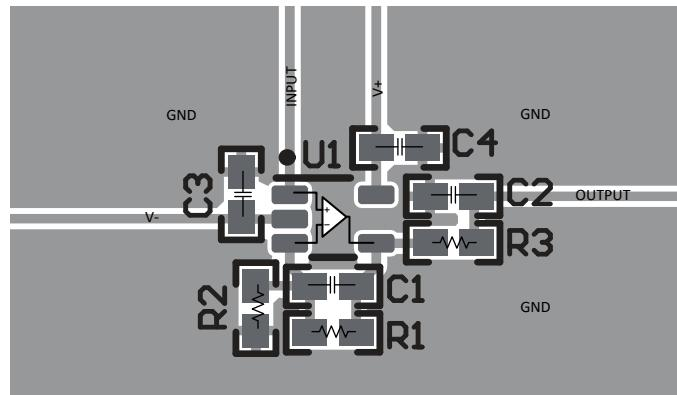

図 11-1. 非反転構成のオペアンプ基板のレイアウト
- 外付け部品は、可能な限りデバイスに近く配置します。図 11-1 に示すように、RF と RG を反転入力に近づけて配置すると、寄生容量が最小化されます。